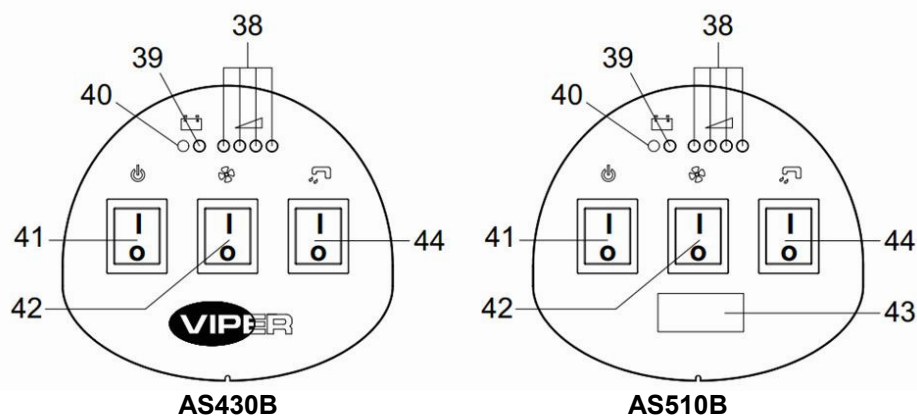

Figura 2
**PANOU DE COMANDĂ (Figura 2)**